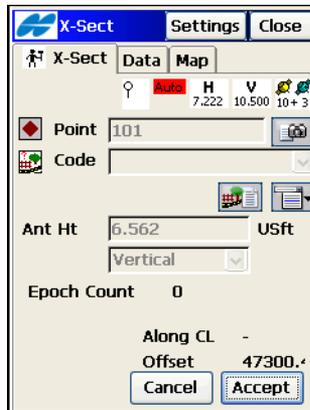

Abbildung 8-29. Querprofil speichern
3. Führen Sie im Fenster *QProfil* (Abbildung 8-29 auf Seite 8-29) die üblichen Beobachtungen relativ zum Querprofil durch (siehe „Durchführen einer Geländeaufnahme“ auf Seite 8-18).